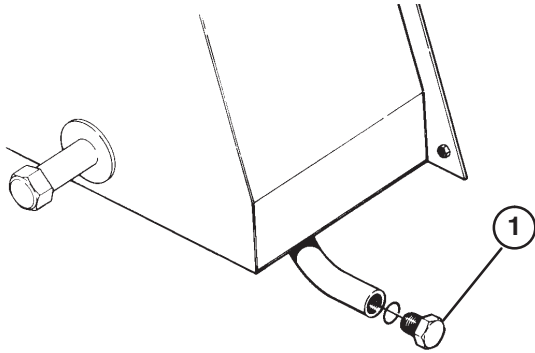

Figure 42
1. Desserrez le bouchon de vidange (Fig. 42) d'un demi-tour et laissez couler le liquide dans le bac de vidange jusqu'à ce que l'huile hydraulique ne contienne plus d'eau.
1. Enlevez le bouchon de vidange (Fig. 42) du réservoir et laissez s'écouler l'huile dans un bac de vidange. Resserrez le bouchon quand toute l'huile est vidangée.